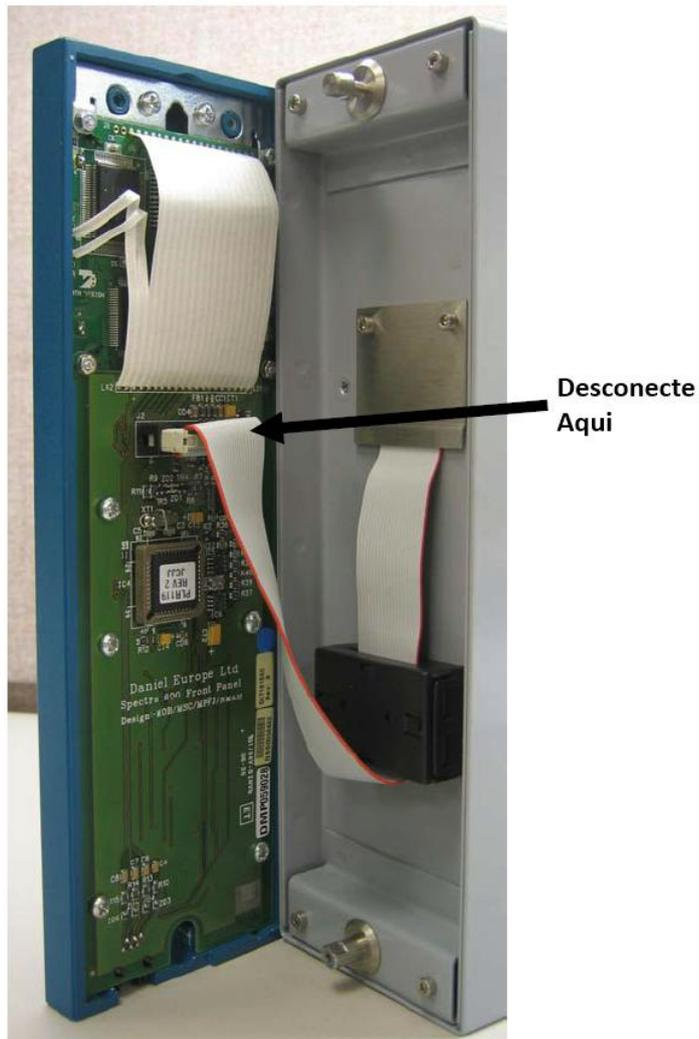

Figura 2-4. Remova o Conector
4. Desconecte o cabo fita da parte posterior do painel frontal no conector azul (veja a *Figura 2-4*). Observe a direção do conector com seu lugar de chaveta equivalente. Você deve reinserir corretamente o cabo fita no final do processo de instalação.